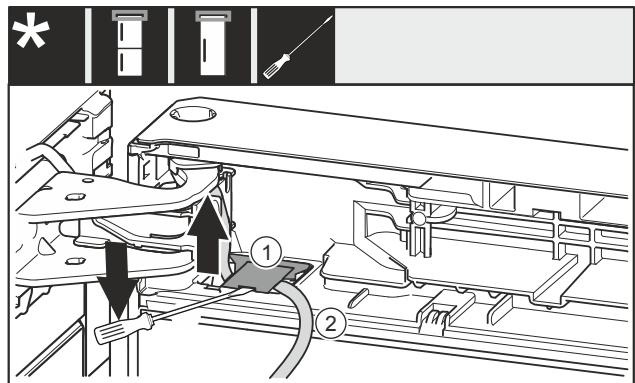

Fig. 26
- ▶ Используя шлицевую отвертку, поднимите и извлеките крышку Fig. 26 (1).
- ▶ Осторожно вытяните кабель Fig. 26 (2).